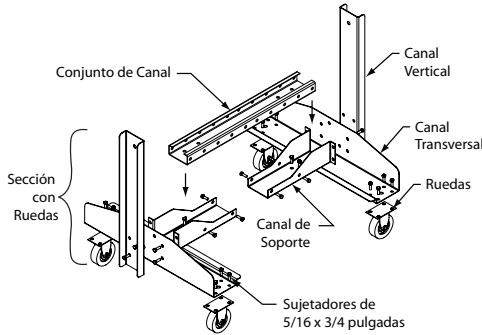

Figura 5 — Conjunto de Soporte de Piso con Ruedas
1. Consulte la Figura 5. Monte (1) Canal Vertical en (1) Canal Transversal usando (2) sujetadores de 5/16 x 3/4 pulgadas.
2. Monte el canal transversal en un Canal de Soporte usando (4) sujetadores de 5/16 x 3/4 para formar (1) Sección con Ruedas. Consulte la Figura 5.
4. Conecte (2) Ruedas Giratorias en la primera Sección con Ruedas usando (4) sujetadores de 5/16 x 3/4 pulgadas para cada rueda. Conecte (2) Ruedas Rígidas en la segunda Sección con Ruedas usando (4) sujetadores de 5/16 x 3/4 pulgadas para cada rueda.
5. Consulte la tabla y la Figura 5 (página 3) para conocer el ancho adecuado del ventilador. Alinee el Conjunto de Canal entre las Secciones con Ruedas, deslice la Sección con Ruedas en cualquier dirección hasta obtener el ancho que desee. Fije usando (4) sujetadores de 5/16 x 3/4 pulgadas a cada lado de los